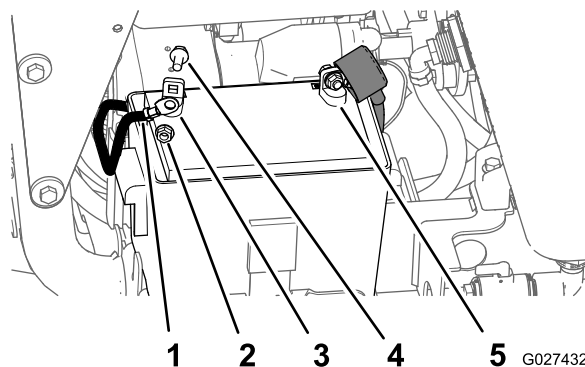

図 89
3. バッテリーのマイナスケーブルをバッテリーのマイナス端子に固定しているフランジボルトとフランジナットを外してマイナスケーブルを外す 図 89。
4. プラス端子から赤色のゴムカバーを外す 図 89。
5. バッテリーのプラス赤ケーブルをバッテリーのプラス+端子に固定しているフランジボルトとフランジナットを外してケーブルを外す 図 89。
3. バッテリーのプラス赤ケーブルをバッテリーのプラス+端子に取り付け、フランジボルトとフランジナットで固定する 図 89。
5. マイナスケーブルをバッテリーのマイナス-端子に取り付け、フランジボルトとフランジナットで固定する 図 89。